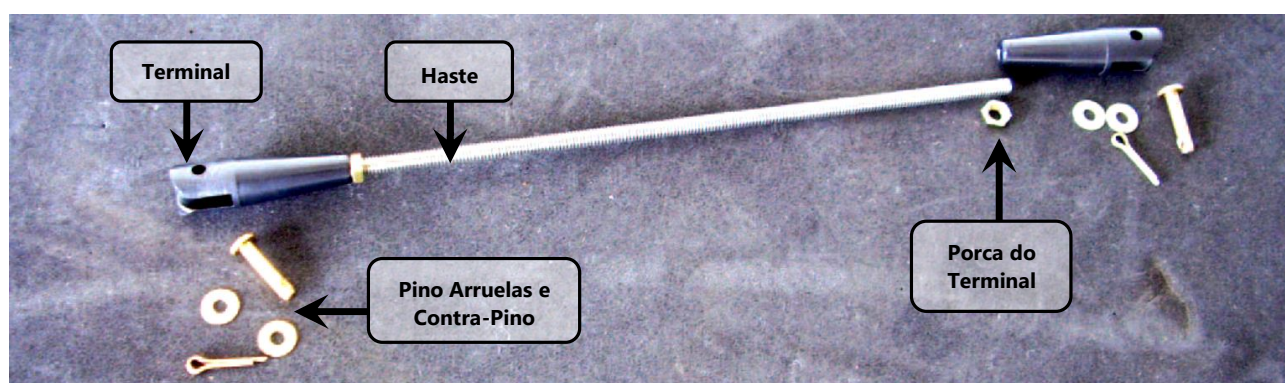

Figura 27.30.14 – Haste de comando do Tab e acessórios.
7. Instalar os terminais na haste de comando do tab. Ver figura 27.30.14. Apertar as porcas que travam os terminais de acordo com a tabela 1 na haste e marcá-las com o marcador de metal para futuras inspeções. Todos estes componentes são fornecidos juntamente com o servo T2-10A.